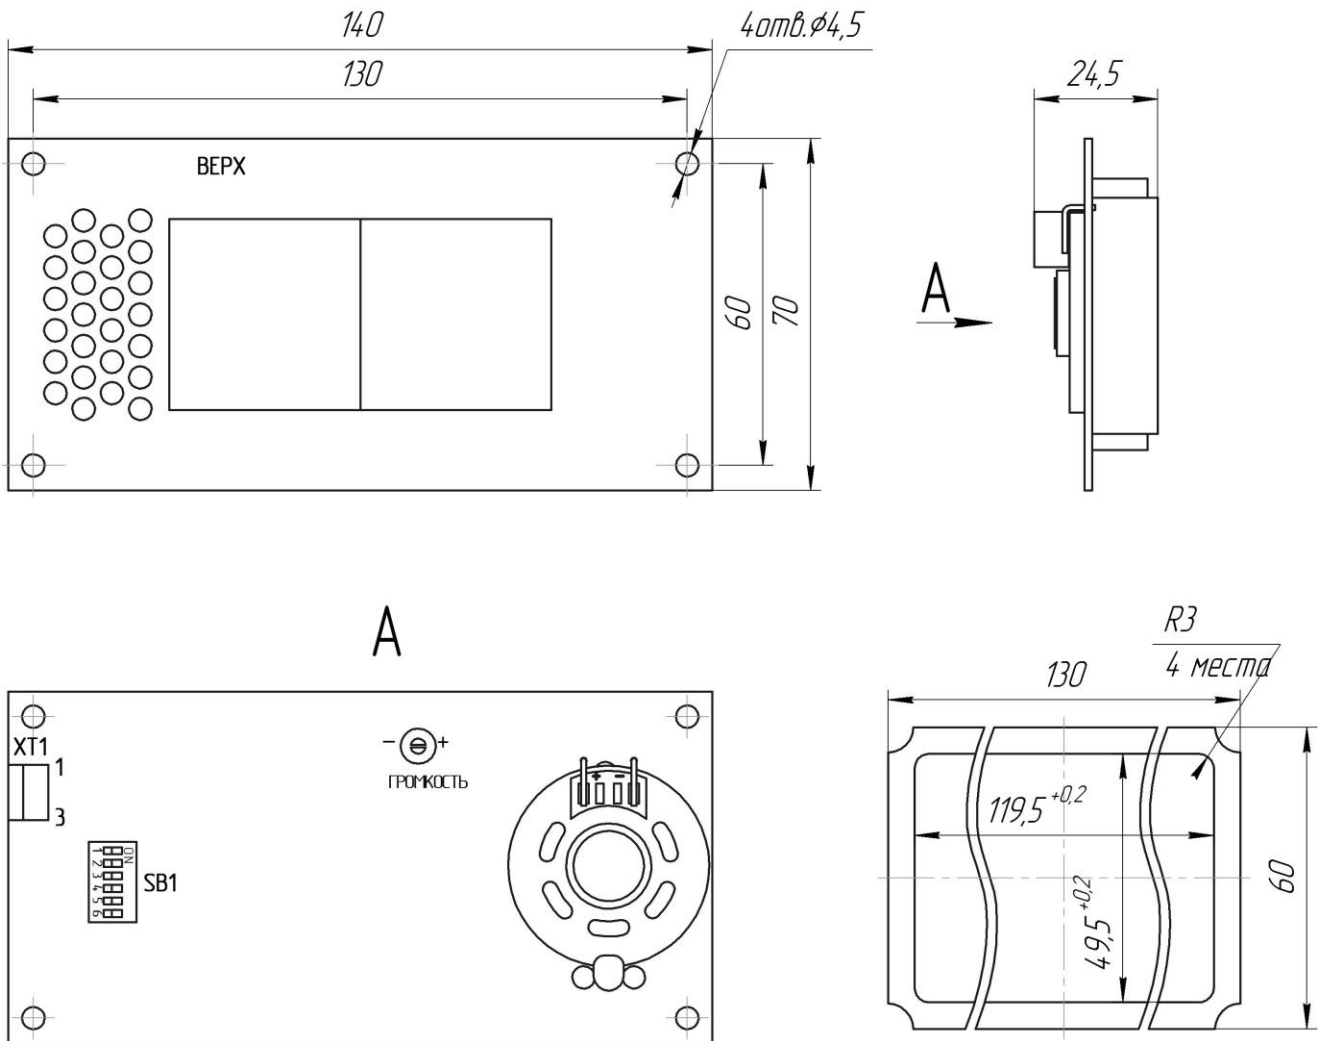

Рис.1. Габаритные и установочные размеры указателя УМЛМ ГОНГ (исп. УЭЛ).
- 4.1 Подключить указатель УМЛ ГОНГ(исп.УЭЛ) в соответствии с таблицей 1. Расположение разъема и нумерация контактов показаны на рис.1.